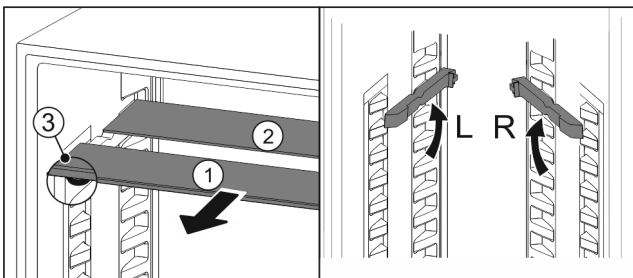

Fig. 22
- ▶ Посуньте Fig. 22 (1) скляну панель вперед.
- ▷ Скляна панель Fig. 22 (1) з декоративною планкою лежить спереду.
- ▷ Стопори Fig. 22 (3) показують вниз.